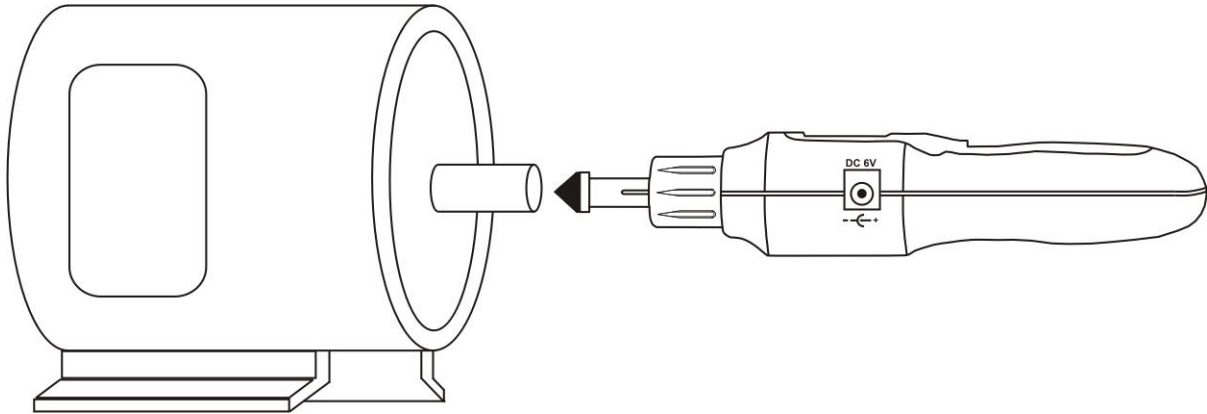

Abb. 3: Geschwindigkeitsmessung mit Berührung an drehenden Wellen
5. Drücken und halten Sie die Taste  **MEAS** und bringen Sie die Gummispitze in Berührung mit der drehenden Welle des zu messenden Gegenstands (siehe Abb. 3), und führen Sie die Messung durch. Während der Messung erscheint das Symbol "" auf dem Display.